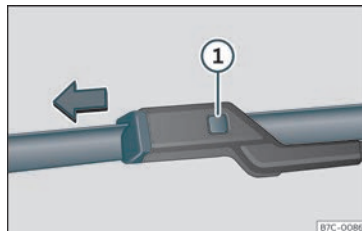

Fig. 45 Sostituzione delle spazzole dei tergicristalli.
- Mantenere premuto il tasto di sblocco » **fig. 45** ❶ tirando leggermente la spazzola nel senso della freccia.